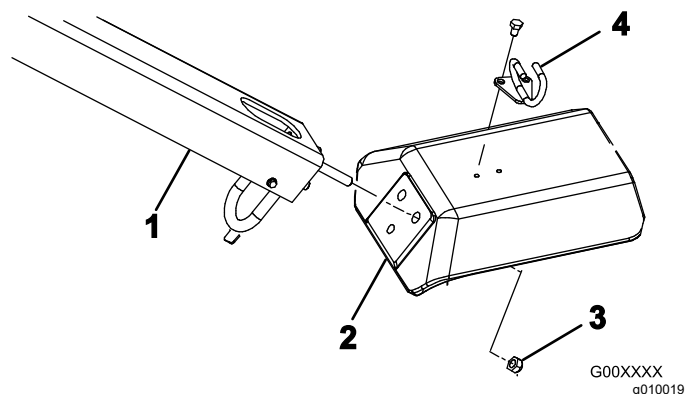

Рисунок 4
2. Вставьте шпильки крепления рукоятки в отверстия вилки (**Рисунок 4**).
3. Зафиксируйте шпильки рукоятки на вилке (**Рисунок 4**) 3 контргайками (½ дюйма).
5. Закрепите направляющую тросиков на верхней части вилки (**Рисунок 4**) 2 болтами (5/16 x ½ дюйма).